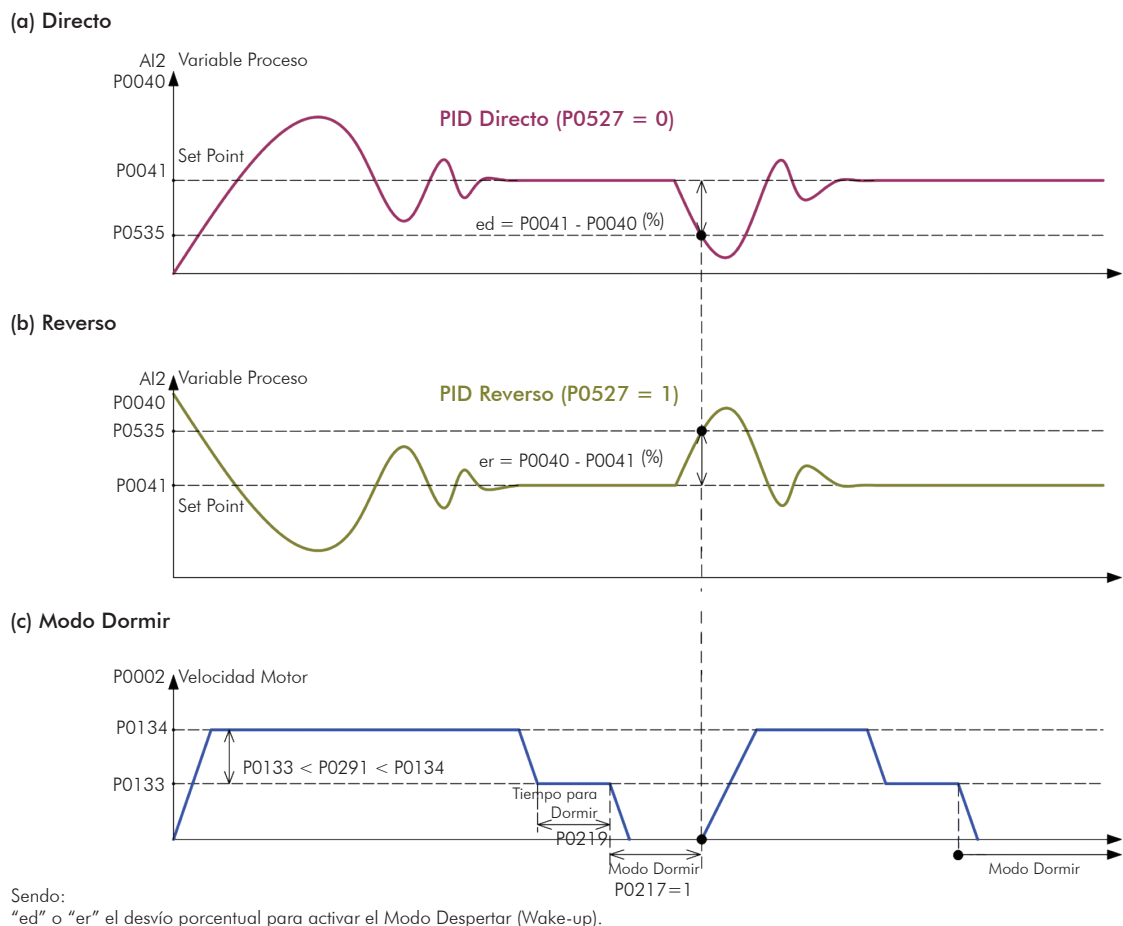

Figura 22.2 - (a) a (c) - Tipos de acción del PID
2. **Definir el tipo de la acción del PID** que el proceso requiere: directo o inverso. La acción de control debe ser directa (P0527 = 0) cuando es necesario que la velocidad del motor sea aumentada para incrementar la variable del proceso. En caso contrario, seleccionar inverso (P0527 = 1). Consulte la Figura 22.2 en la pagina 22-4.
El modo dormir es un recurso útil para ahorrar energía cuando se utiliza el regulador PID. Consultar la Figura 22.2 en la pagina 22-4.
Para el modo dormir funcionar habilite la lógica de parada programando $P0217 = 1$ (activa). La condición de bloqueo es la misma existente para la lógica de parada sin PID. Consulte la [Sección 14.6 LÓGICA DE PARADA \[35\] en la pagina 14-10](#). Sin embargo, el ajuste de $P0291$ debe ser: $P0133 < P0291 < P0134$. Consulte la Figura 22.2 en la pagina 22-4.